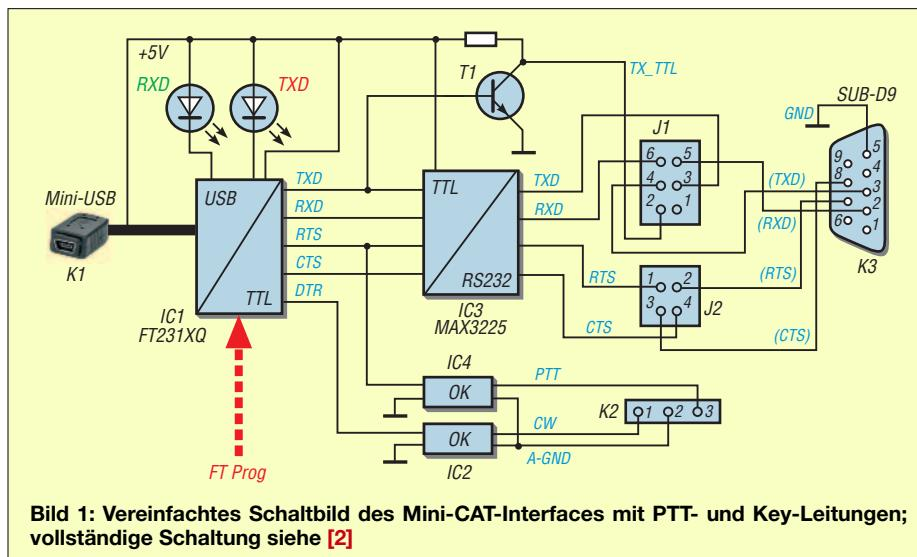

Bild 1: Vereinfachtes Schaltbild des Mini-CAT-Interfaces mit PTT- und Key-Leitungen; vollständige Schaltung siehe [2]
**Bild 1** zeigt ein vereinfachtes Schaltbild des Interfaces. Wir ersehen daraus, dass IC1 zum Umsetzen der USB-Signale auf TTL-Pegel dient. Da sehr viele Funkgeräte jedoch RS232-Pegel benötigen (log. Null = +15 V und log. Eins = -15 V), besorgt IC3 die notwendige Anpassung.